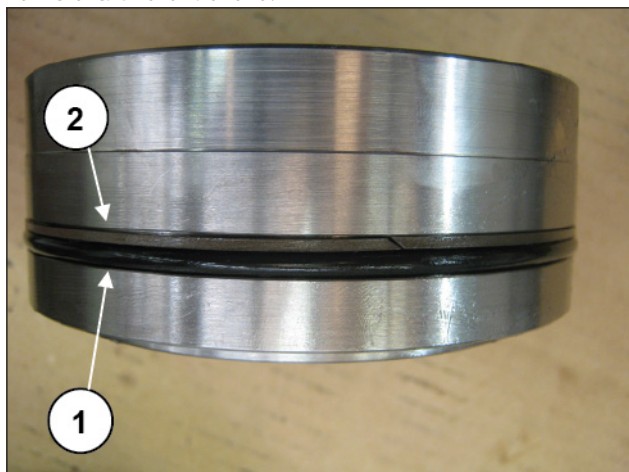

Рис. 194
Установите уплотнительное кольцо O-ring (поз. ①, Рис. 194) и предохранительное кольцо (поз. ②, Рис. 194) на пробку нагнетательного клапана.